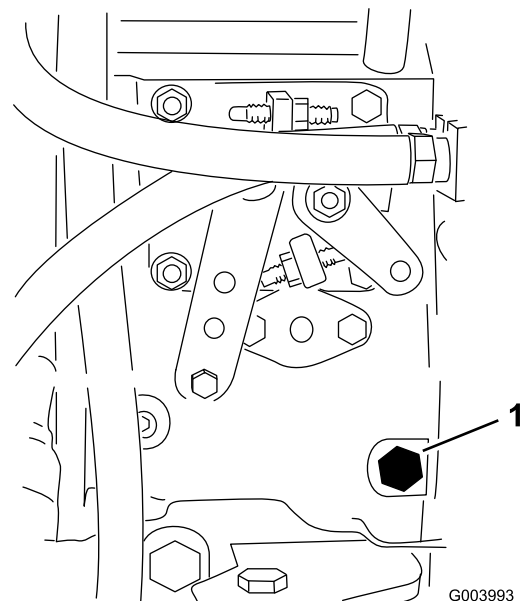

図 39
3. 燃料噴射ポンプ (図 39) についているエア抜きネジを、12 mmのレンチを使って開く。